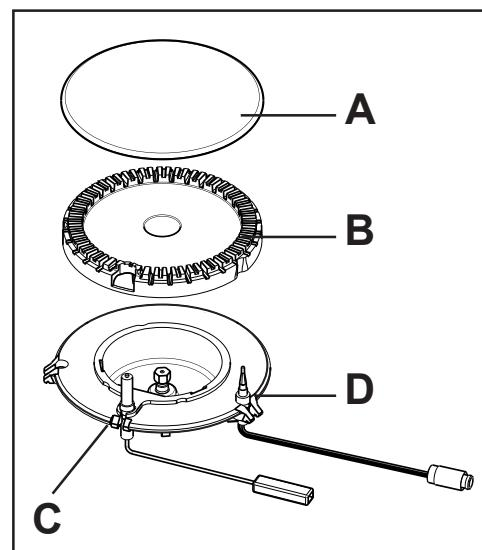

Fig. 1
2. Cuando la llama está encendida, es necesario tener el mando empujado durante 5 segundos cerca, hasta que la válvula de seguridad (Fig. 1 - D) mantendrá automáticamente la llama encendida y la regule según las necesidades.
i Si después de algunas veces no consigue encender el quemador, controle que los casquillos (Fig. 1 - A) y los orificios de donde salen las llamas (Fig. 1 - B) estén colocados en su sitio correctamente.
- Las coronas de los quemadores (Fig. 1 - B) deben ser lavados frecuentemente con agua hirviendo y detergente, teniendo cuidado de eliminar todas las eventuales incrustaciones.
- El encendido automático es obtenido para una pequeña "bujía" de cerámica y un electrodo metálico (Fig. 1 - C). Limpie periódicamente estas partes de la encimera, y controle que los orificios de las coronas de los quemadores no están obturados, por evitar dificultades de combustión.